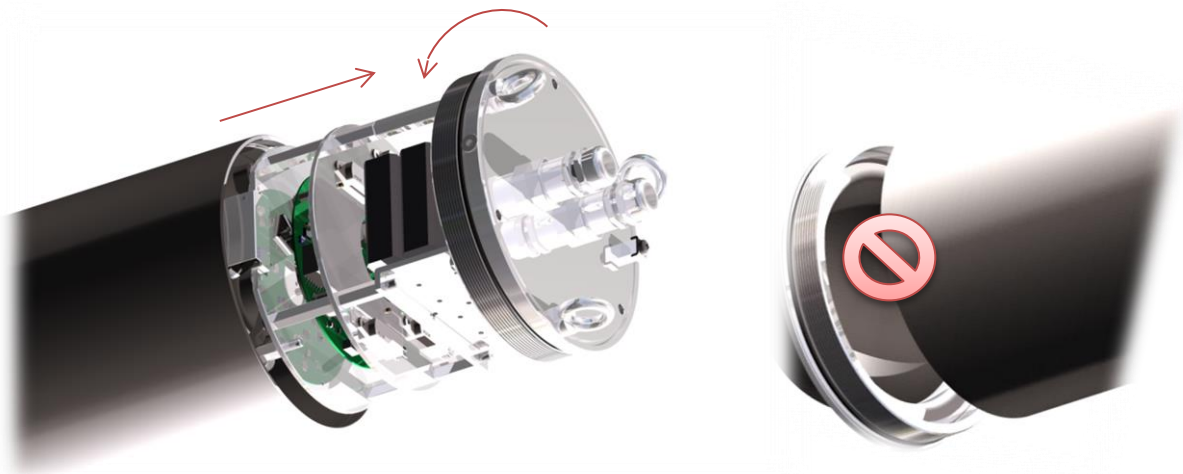

Abb.6-6: Öffnen des Deckelflansches Typ T08-TNXCD
- Zu Beginn muss die Senkkopfschraube mit Innensechskant (DIN 7991) aus Edelstahl am Flanschbauteil gelöst werden (vgl. Abb.6-6).